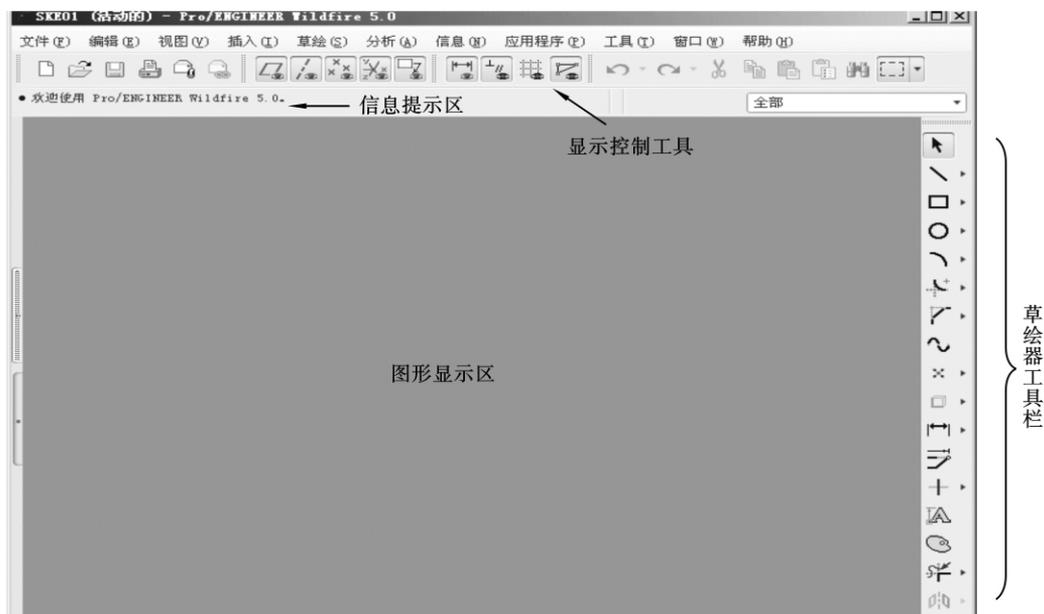

图 1-4 草绘窗口
(4) 单击“确定”按钮，即进入草绘界面。
(5) Pro/E 的草绘界面如图 1-4 所示，包括主菜单、基本工具栏、图形区、图形显示控制工具栏、草绘器工具栏。